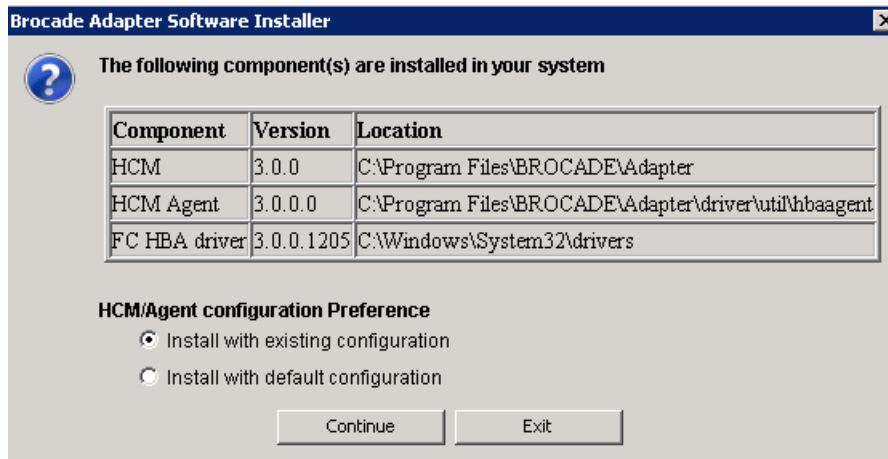

FIGURA 12 Tela de componentes de software existentes instalados
- Se aparecer uma tela como a da **Figura 12** na página 74 mostrando uma lista dos componentes de software já instalados no sistema, selecione uma das seguintes opções, clique em **Continue** (Continuar) e vá para a **etapa 10**.